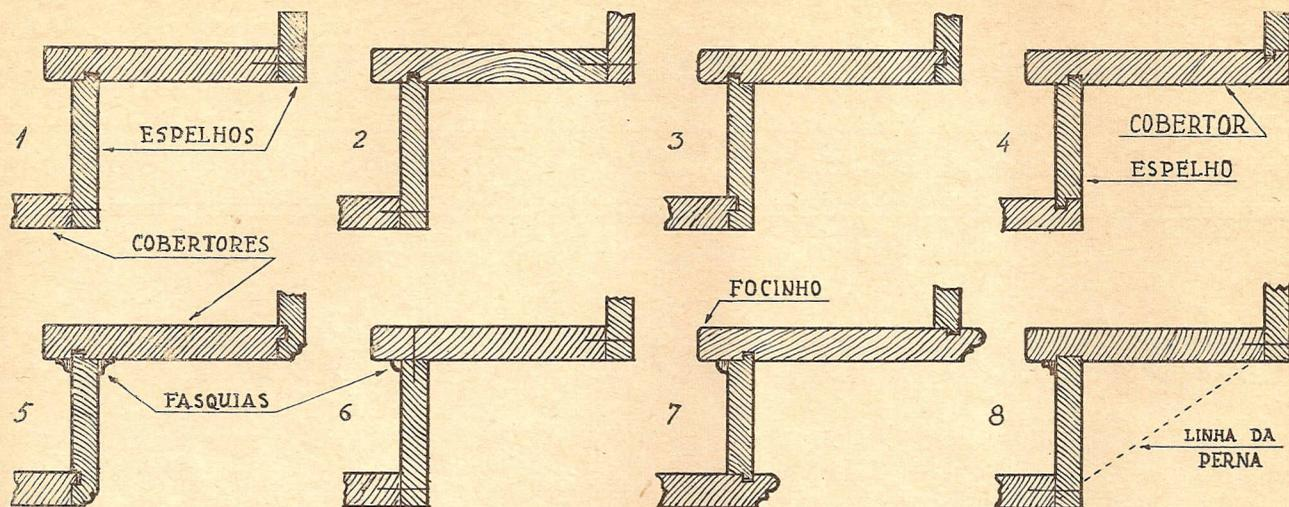

Fig. 2. — DIVERSOS TIPOS DE DEGRAUS
e o espelho pregado na junta do cobertor inferior (Fig. 2—6);
2.º — O cobertor superior envaziado para dar entrada ao espelho, por meio de *macho*, e o espelho pregado na junta do cobertor inferior (Fig. 2—1 e 2);
3.º — O cobertor superior envaziado para dar entrada ao espelho e este também envaziado para dar entrada ao cobertor inferior (Fig. 2—3, 4, 5 e 7);
4.º — Os cobertores envaziados próximo das duas juntas, opostamente para dar entrada por cima ao espelho superior e por debaixo ao espelho inferior (Fig. 2—4);
5.º — O cobertor superior com canal para entrada completa da junta superior de espelho, e pregando este na junta de cobertor inferior (Fig. 2—8).
Nas escadas em que a sua parte inferior fica à vista levam os degraus posteriormente molduras de variados tipos (Fig. 2—5).
Os envaziados dos cobertores podem ser feitos de modo que o macho do espelho fique na face do mesmo (Fig. 2—3 e 5), junto do tardez do pé (Fig. 2—1, 4 e 7) ou a meio da junta (Fig. 2—2).